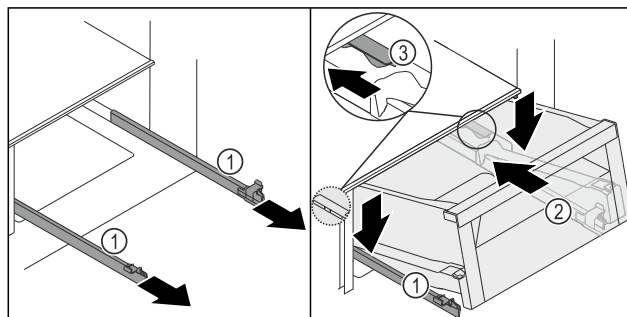
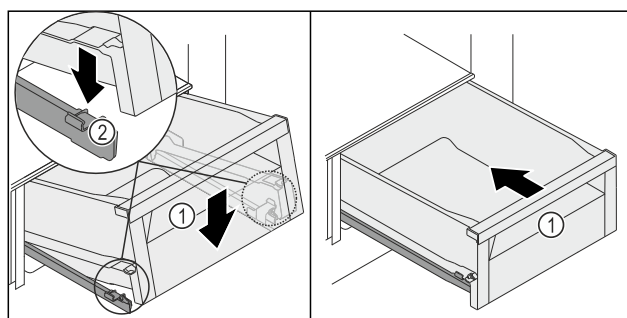

Fig. 160
Fig. 161
- Schienen Fig. 160 (1) festhalten und Schubfach Fig. 160 (2) von oben hinter dem Stopper Fig. 160 (3) auf den Schienen Fig. 160 (1) aufsetzen.
- Schubfach Fig. 160 (2) auf den Schienen Fig. 160 (1) bis zum Anschlag nach hinten schieben.
- Schubfach Fig. 160 (2) vorne absenken, so dass Schubfach links und rechts in die Klemme Fig. 161 (2) rutscht.
- Schubfach Fig. 161 (1) rastet hörbar ein.
- Schubfach Fig. 161 (1) einschieben.